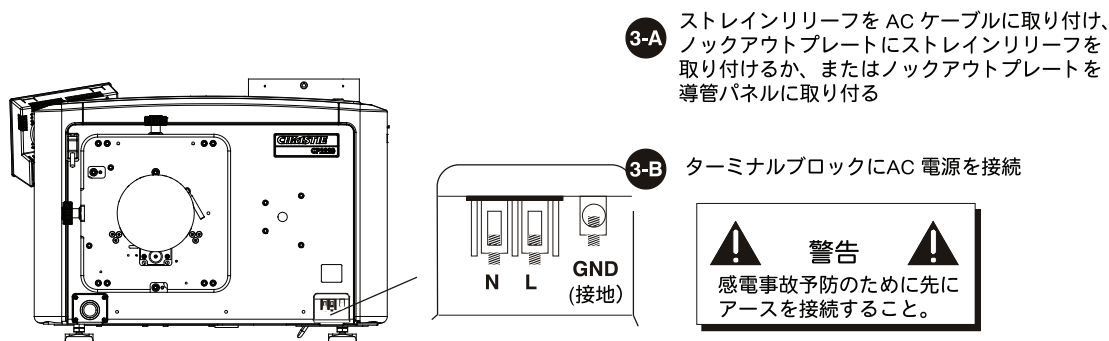

図 2-11
4. AC 電源をターミナルブロックに接続します。アースを最初に接続してください。詳細は図 2-11をご覧ください。ノックアウトプレートでは、適切なサイズのストレイン リリーフ コネクタを使用して、周囲を適切にシーリングし、ケーブルを摩耗や切断から守ってください。注：1) ターミナルブロックには最大 8 AWG 配線を接続できます。2) 必要であれば 90° ストレイン リリーフ コネクタを使用して電源ケーブルを下方へ配線してください。
4. AC 電源をターミナル ブロックに接続します。アースを最初に接続してください。配線の詳細については図 2-11をご覧ください。ねじをしっかりと締め付けます。